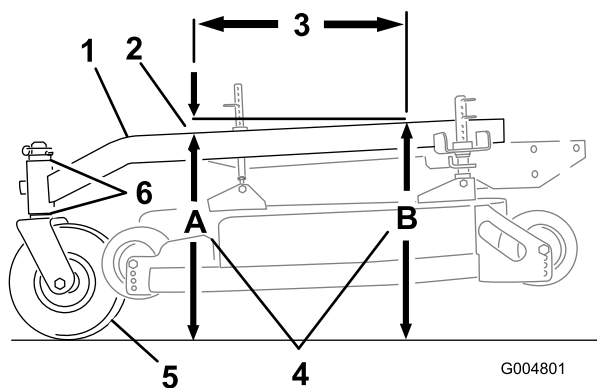

Figura 54
A estrutura de suporte tem de ter uma distância entre 3 mm e 9 mm sobre o comprimento de 61 cm na estrutura de suporte (Figura 54).
1. Meça 61 cm na estrutura de suporte (Figura 54).
- Meça a altura da estrutura de suporte no local **A** (Figura 54).
- Meça a altura da estrutura de suporte no local **B** (Figura 54).
- A altura no local **A** tem de ser 6–10 mm inferior que no local **B** (Figura 54).
- Se a estrutura de suporte não for correta, mova os espaçadores da roda giratória para criar uma distância de 6–10 mm (Figura 54).